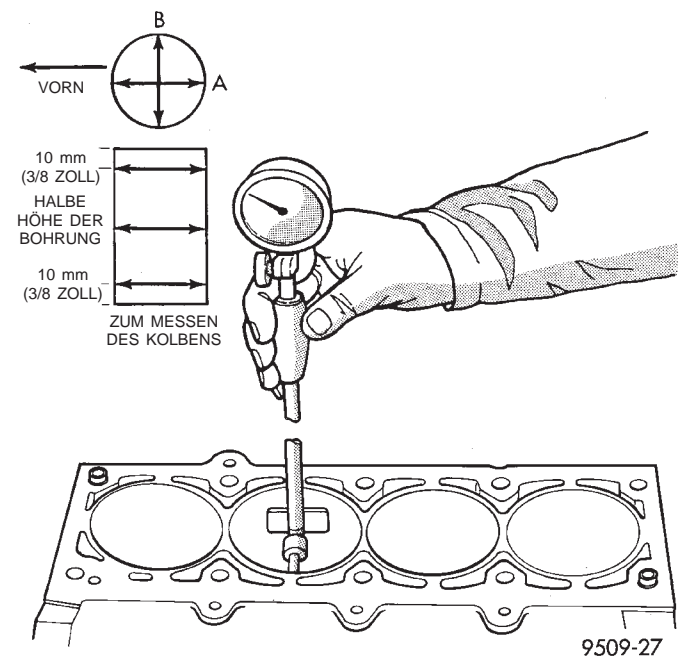

Abb. 86 Ausmessen der Zylinderbohrungen
(1) Zur Ermittlung der Zylinder-Innendurchmesser muß ein Innenmeßgerät verwendet werden (Abb. 86). Zur Wahl der korrekten Kolbengröße ist ein Innenmeßgerät mit einer Ablesegenauigkeit von 0,003 mm (0,0001 Zoll) erforderlich. Kein Innen-Mikrometer verwenden, falls ein Innenmeßgerät nicht zur Verfügung steht.